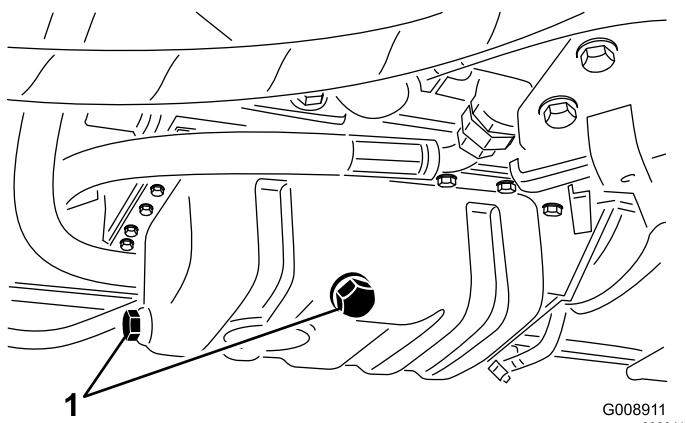

Рисунок 53
- Снимите любую пробку сливного отверстия (Рисунок 53) и дайте маслу стечь в сливной поддон. Когда масло перестанет течь, поставьте пробку сливного отверстия на место.